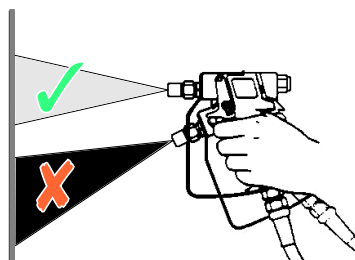

Fig. 10: Angolo di spruzzatura
- ▶ Tenere la pistola di spruzzatura ad angolo retto (90°) rispetto alla superficie da rivestire. Se si tiene la pistola di spruzzatura con un altro angolo, il rivestimento diventa irregolare e a chiazze (vedi Fig. 10).